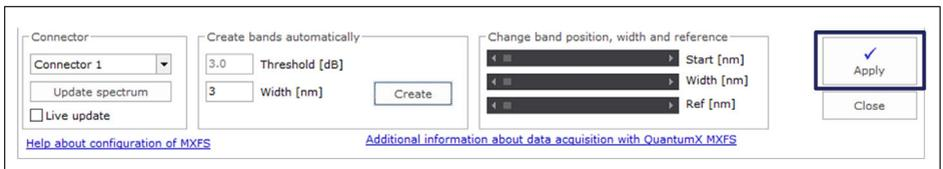

Abb. 4.12 Übernehmen der Definitionen in das Gerät
- Klicken Sie auf **Apply** (Übernehmen), damit die Änderungen in das Gerät übertragen werden (Abb. 4.12).